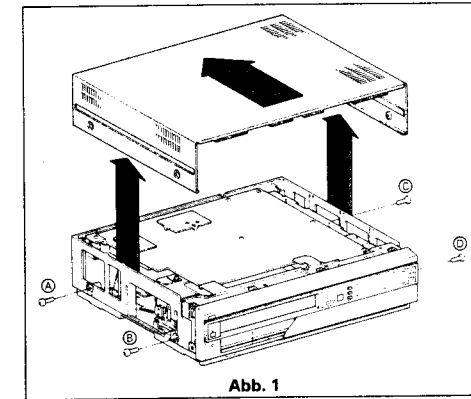

Abb. 1
1. Entfernen Sie die 4 Schrauben (A), (B), (C) und (D) (Siehe Abb. 1), 2 auf jeder Seite, mit denen die Abdeckung befestigt ist.